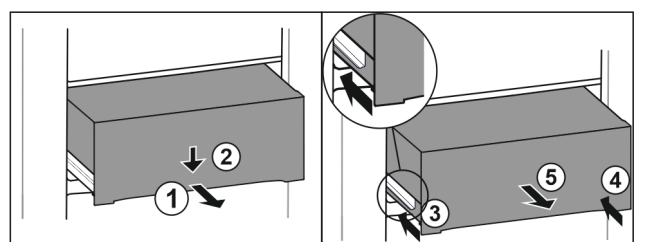

Fig. 114
- ▶ Estrarre il cassetto a metà. Fig. 114 (1)
- ▶ Premere il cassetto sul lato anteriore verso il basso. Fig. 114 (2)
- ▶ Spingere la guida sinistra di circa 2 cm verso l'interno. Fig. 114 (3)
- ▶ Spingere la guida destra di circa 2 cm verso l'interno. Fig. 114 (4)
- ▶ Rimuovere il cassetto tirandolo in avanti. Fig. 114 (5)